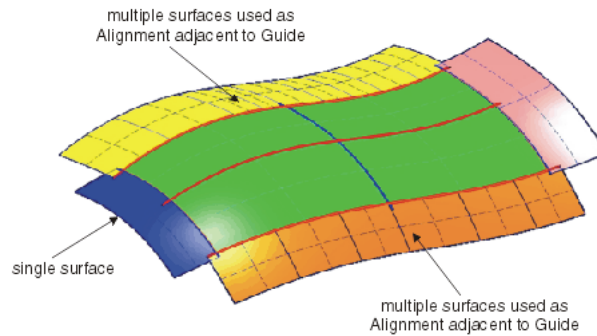

Figura 2.115 Ejemplo con configuración aceptable del uso de superficies de apoyo para alinear guías y perfiles.
- **Guide/Profile Alignment:** permite influir en la continuidad de las curvas seleccionadas como guías y perfiles en el inicio y fin de estas, con un conjunto adyacente de superficies de apoyo como en la *Figura 2.115*.